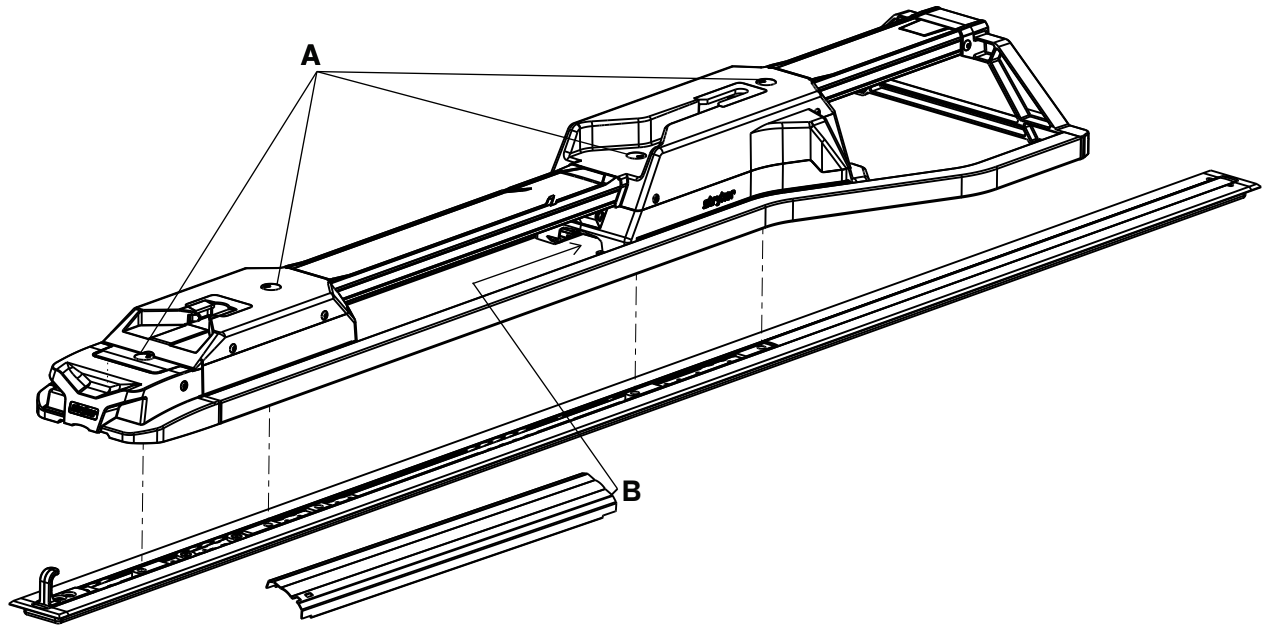

Figure 8 – Attacher la fixation
- Tourner les embouts rotatifs (A) d'un demi-tour pour accéder aux boulons de la plaque de plancher fixée, qui se trouvent sous les embouts (Figure 8).
14. À l'aide d'une clé à 6 pans de 3/8 po, installer les trois autres boulons fixés à la plaque de plancher (A) dans les deux crampons (Figure 8).
17. Insérer le côté sans encoche du cache central (6392-001-011) (B) (dans l'ouverture du boîtier côté tête (Figure 8).
- _____ À l'aide d'une clé dynamométrique, revérifier que les quatre boulons de la plaque de plancher fixée (A) sont serrés à 81+/-14 Nm. (Figure 8).